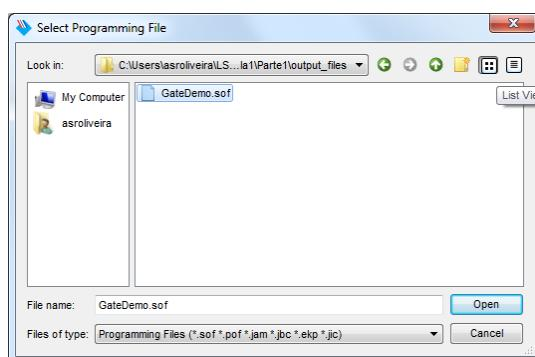

Figura 27 – Seleção do ficheiro de programação da FPGA (ficheiro “GateDemo.sof” no sub-diretório “output\_files” do projeto).
**19.** Premindo o botão “*Add File*”, abra o ficheiro de programação da FPGA com a configuração relativa ao circuito construído. O ficheiro deverá possuir o nome “*GateDemo.sof*” e encontrar-se no sub-diretório “*output\_files*” do projeto (Figura 27).